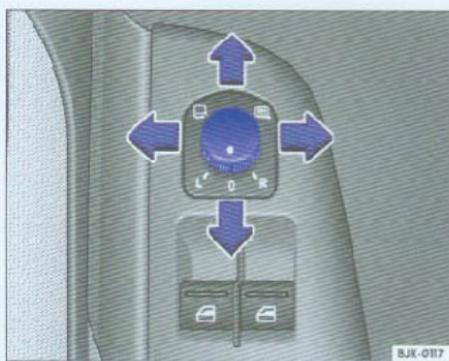

图41 驾驶员侧车门局部图：车外后视镜旋钮
1. 将旋钮拧至位置L(左侧车外后视镜) ⇒ 图41。
- 按上图所示将旋钮拧至位置 ⇒ 图41即可加热车外后视镜。
- 将旋钮拧至位置 ⇒ 图41即可收折车外后视镜。如驶经诸如自动洗车机等狭窄场所时，可用该功能保护后视镜。